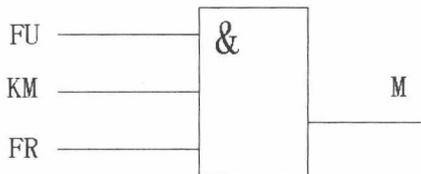

图 1-9 逻辑图
(2) 从逻辑关系上，只有当 FU、KM 和 FR 都正常时，M 才能得到电能，所以它们之间存在“与”的关系： $M = FU \cdot KM \cdot FR$ 。即只有 FU 正常为“1”、KM 合上为“1”、FR 没有烧断为“1”时，M 才能为“1”，表示可得到电能。其逻辑图如图 1-9 所示。